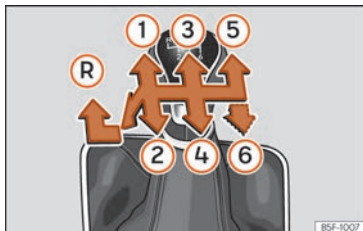

Abb. 52 Schaltschema bei einem 5-Gang bzw. 6-Gang Schaltgetriebe
Auf dem Schalthebel sind die Positionen der einzelnen Fahrgänge dargestellt » » **Abb. 52**.
- Schalthebel auf Leerlauf stellen und nach unten drücken, ganz nach links und dann nach vorne schieben, um den Rückwärtsgang » » **Abb. 52** **R** einzulegen.